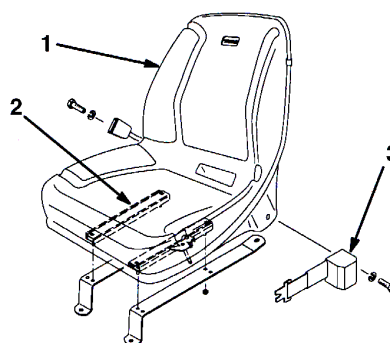

図 4
2. シートストラップをシートアジャスタに取り付ける；標準シートの場合にはフランジナット4個を使用、デラックスシートの場合にはキャップスクリュー、平ワッシャ、フランジナット各4個を使用 (図4)。いずれもシートキットの付属部品。
3. 座席左右の穴に、それぞれシートベルトを取り付ける；標準シートの場合にはボルト2本とロックワッシャを使用、デラックスシートの場合にはボルト2本とロックナットを使用 (図4)。いずれもシートキットの付属部品。